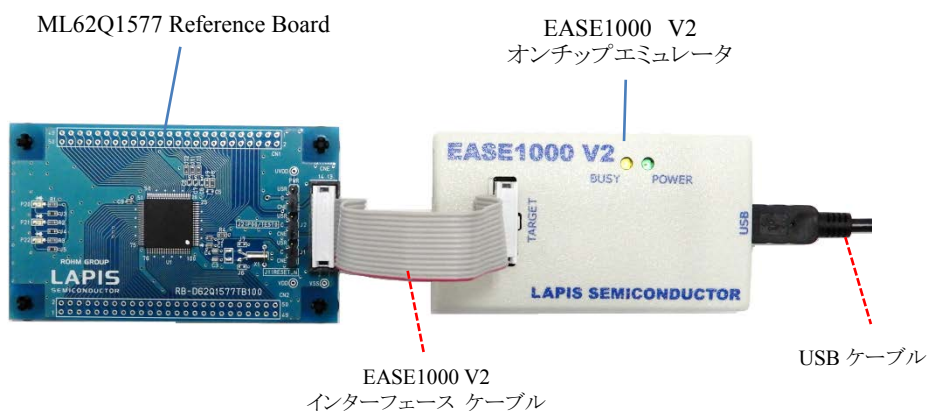
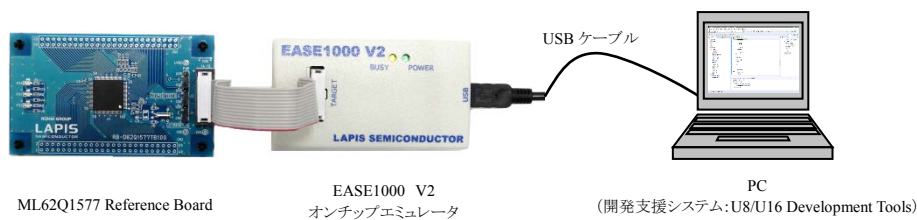

図 1 ML62Q1000 マイコンスタータキット ハードウェア構成
図 2 開発支援システム:U8/U16 Development Tools を使用したシステム構成
- 3-1. ML62Q1577 Reference Board および EASE1000 V2 オンチップエミュレータ(以下、「EASE1000」と呼びます)を図 1 および図 2 のように接続します。